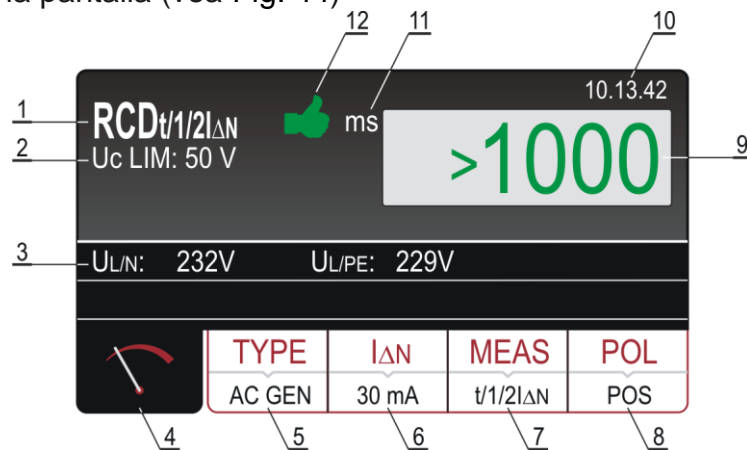

Fig. 44: Pantalla con el resultado de la prueba RCD
10. Realice la medida pulsando el botón **START/STOP**. El resultado de la prueba se mostrará en la pantalla (vea Fig. 44)